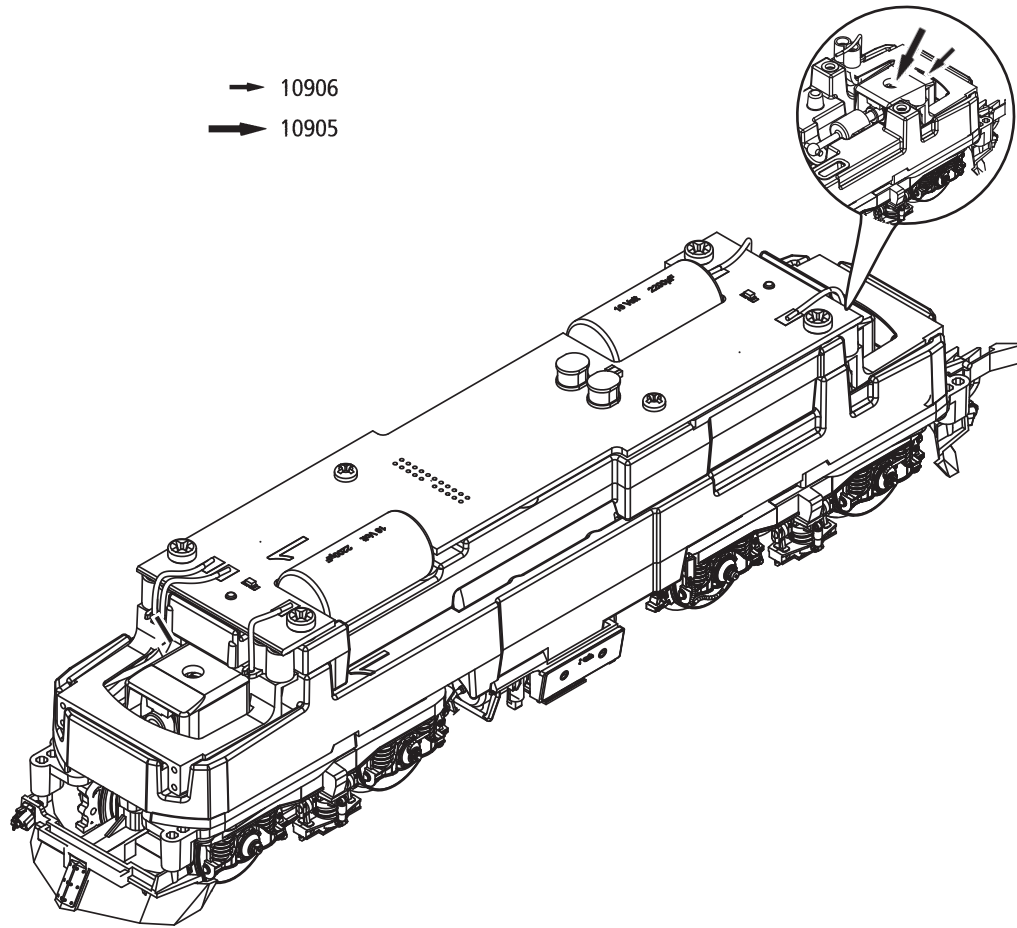

Fig. 9
3. Haftreifenwechsel: Zuerst den Getriebedeckel abnehmen (Fig. 9). Danach den **Radsatz** herausnehmen und die **Haftreifen** mit einer Nadel od. mit einem feinen Schraubendreher abziehen (Fig. 5). Beim Aufziehen der neuen Haftreifen darauf achten, dass diese sich nicht verdrehen.
3. Change of traction tyre: Remove the gear cover (fig. 9). Take out **wheel set** and remove **traction tyre** using a pin or a fine screwdriver (fig. 5). When pressing on the new traction tyre please **avoid twisting it**.
3. Échange des bandages d'adhérence: Démontez d'abord le **couvercle du carter des engrenages** des en-grenages (fig. 9). Délogez ensuite les essieux bandagés et enlevez, à l'aide d'une aiguille ou d'un tourne-vis fin, les bandages d'adhérence (fig. 5). Lors du montage des nouveaux bandages veuillez veiller à ce que les bandages **ne soient pas tor-dues**.